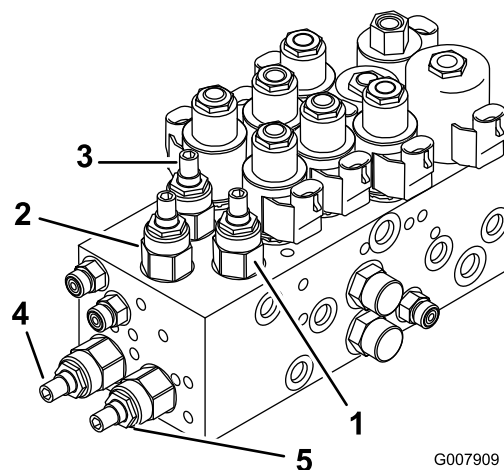
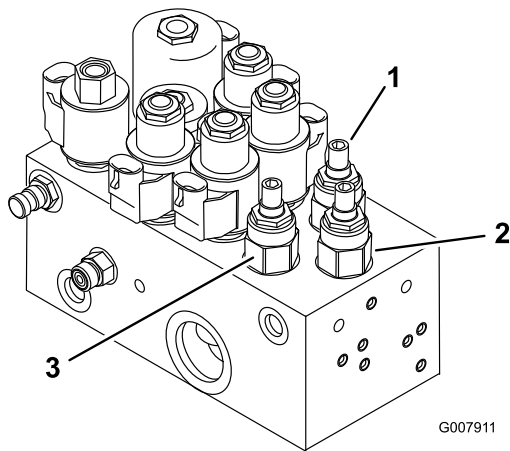

Bild 86
Bild 87
1. Stellen Sie die gewünschten Mähwerke mit den Ventilen am Hubverteiler ein (siehe Tabelle Bild 86 und Bild 87).